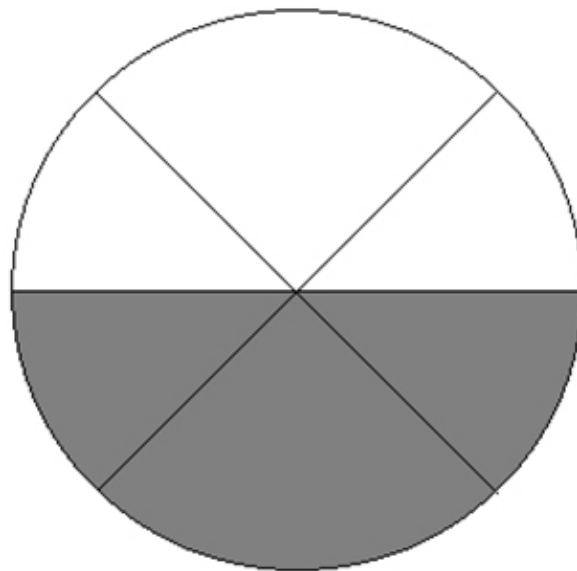

Fig.2
Il rifrattometro si basa su questo principio per determinare gli indici di rifrazione. In esso raggi luminosi con angoli diversi colpiscono la superficie con angoli di rifrazione sempre superiori a 90° . Con un telescopio si osserva il raggio emergente e nel campo visivo dello stesso telescopio si può vedere un'immagine chiara e scura, divisa da una linea di demarcazione ben distinta, come illustrato in fig. 2. La linea di demarcazione del campo chiaro e di quello scuro è precisamente la posizione dell'angolo critico.
Nel frattempo lo specchio orientabile (3) ruota attorno al centro della scala graduata e sullo schermo (6) vengono riflessi i valori degli indici di rifrazione delle varie posizioni con l'aiuto dello specchio (10), dell'obiettivo di lettura (9) e del prisma montato in parallelo (8) (si veda la parte bassa della fig. 2).